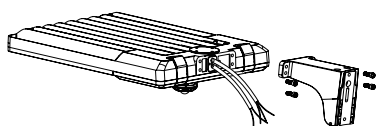

Figure 7
Étape 1 : Retirez les vis de montage du support sur le luminaire et faites passer les fils à travers le support. (Fig. 7)